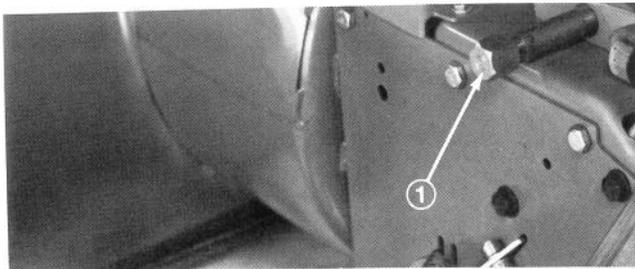

Figure 30
3. Nettoyez le tour du bouchon de vidange. Ensuite, glissez le bac de vidange sous le tube de vidange, puis enlevez le bouchon (Fig. 30).